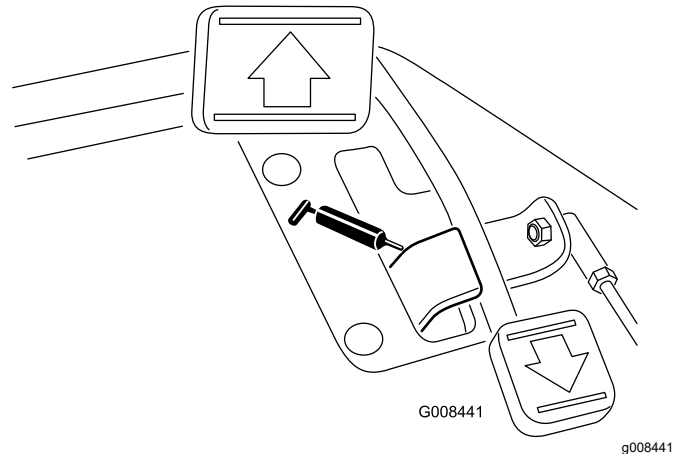

Figura 29
- Perno del pedale della trazione (Figura 29)